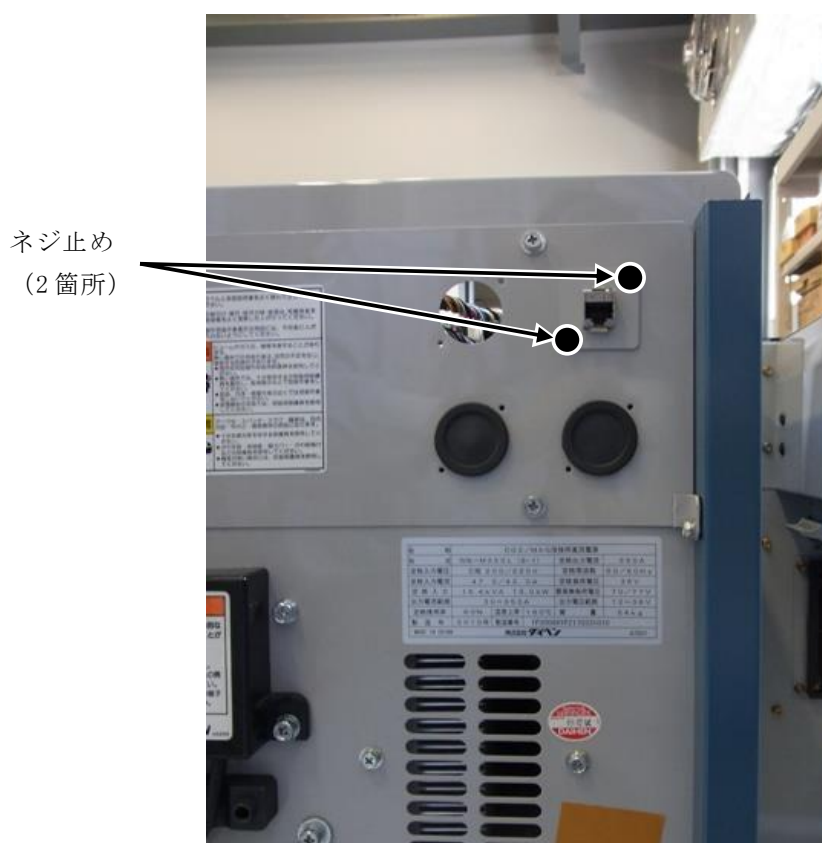

図 4. 中継コネクタ固定板の取り付け
(7) 後板にイーサネット中継コネクタ及び固定板を M3 ネジ (2箇所) で固定します。(図 4)